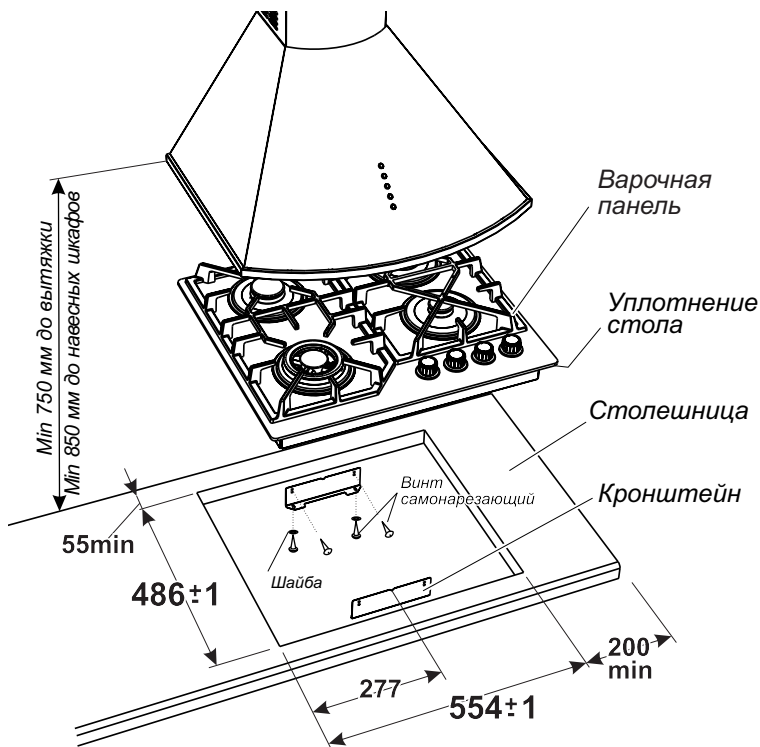

Рис. 8 МОДЕЛЬ ПВГ 2232, ПВГ 2232-01
1. Точно разметить на столешнице контур проема под варочную панель в соответствии с рис. 8, 9, 10, 11, 12, 13, 14.